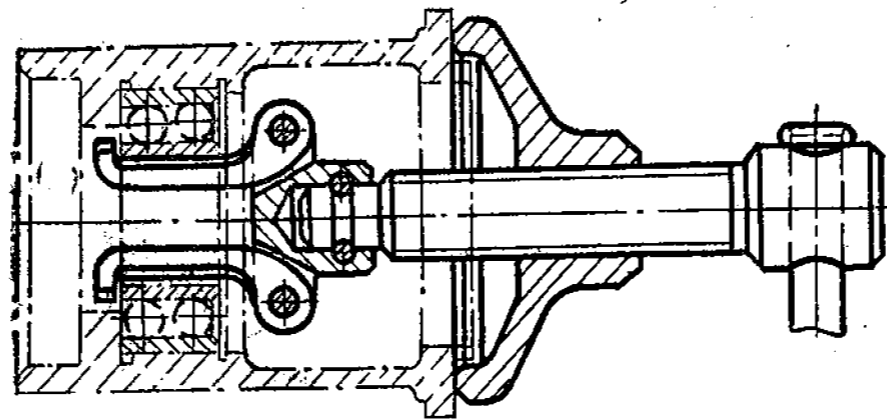

Рис. 110. Съемник подшипника вала включения переднего моста
44. Снять упорное кольцо шарикоподшипника 30 вала включения переднего моста и выпрессовать шарикоподшипник из картера 25 штоков (рис. 110)	Съемник стопорного кольца; съемник подшипника вала включения переднего моста